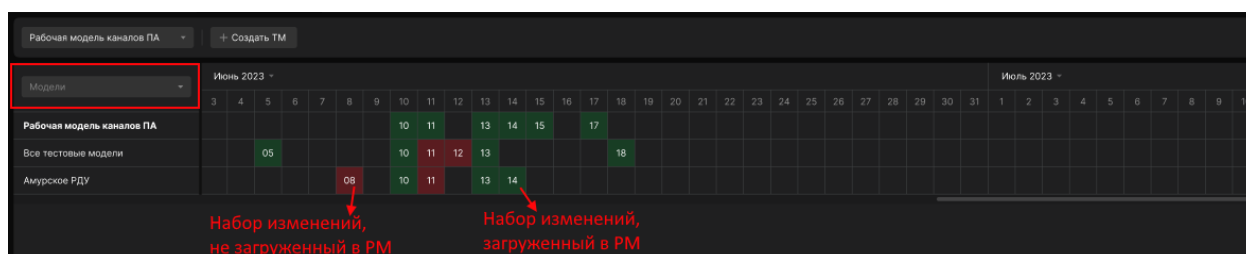

Рисунок 5.2 Форма «Календарь наборов изменений»
2. На форме «Календарь наборов изменений» (Рисунок 5.2) нажать на кнопку «Модели», где необходимо выбрать требуемые модели для отображения, поставив галочку напротив соответствующих наименований модели.